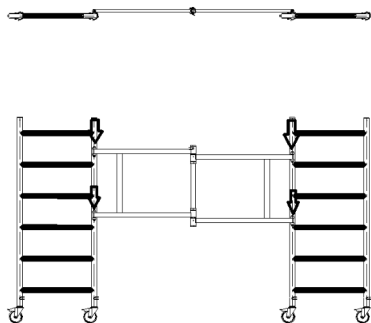

Rys. 41. Montaż zestawu kołowego 150
1. Zamontować zestaw kołowy 150 mm w kolumnach dwóch drabin blokując je zawleczkami (Rys. 41).